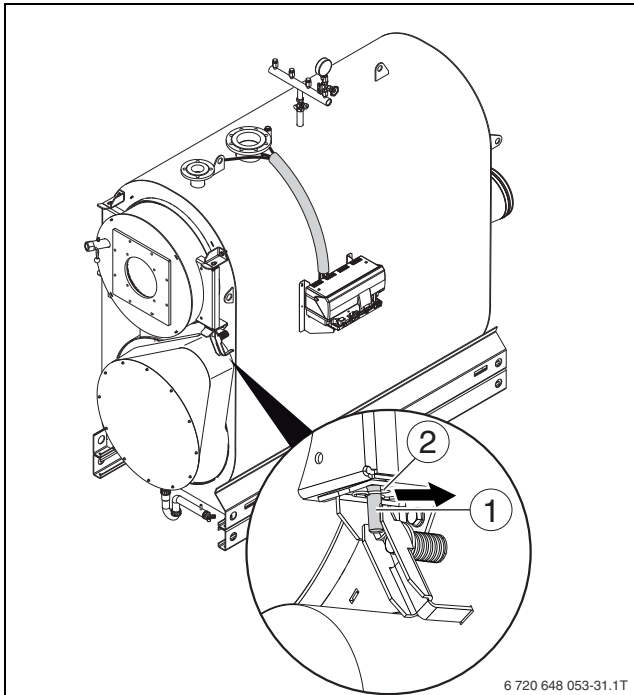

Рис. 17 Удаление шплинта
- ▶ Затяните пружину винтом с внутренним шестигранником так, чтобы между коромыслом и шарнирной осью образовался зазор (→ рис. 17, стр. 22).
- ▶ Выньте вверх шарнирную ось (→ рис. 17, [1]) из отверстия шарнира.
- ▶ Вставьте шплинт под нижним кронштейном двери в шарнирную ось (→ рис. 17).